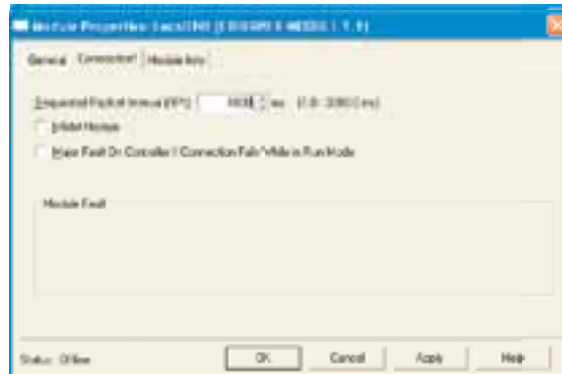

Figure 4.3.21q Page Propriétés du module
7. Dans la page Propriétés du module (figure 4.3.21q), mettez RPI à 1000 et cliquez sur "OK".